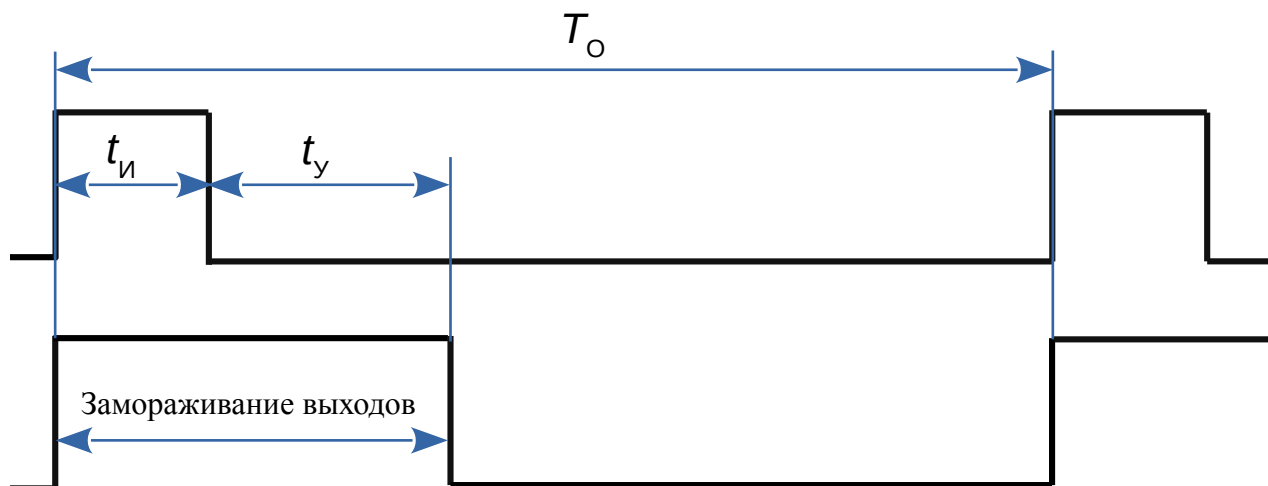

Рисунок 21 - Временные диаграммы, поясняющие работу анализатора в режиме автоочистки (режим «Очистка включена»)
10.3.10.1 В режиме очистки датчиков с помощью внешнего оборудования под управлением контроллера (автоочистка) анализатор обеспечивает формирование временных интервалов (Рисунок 21), значения которых задаёт пользователь: